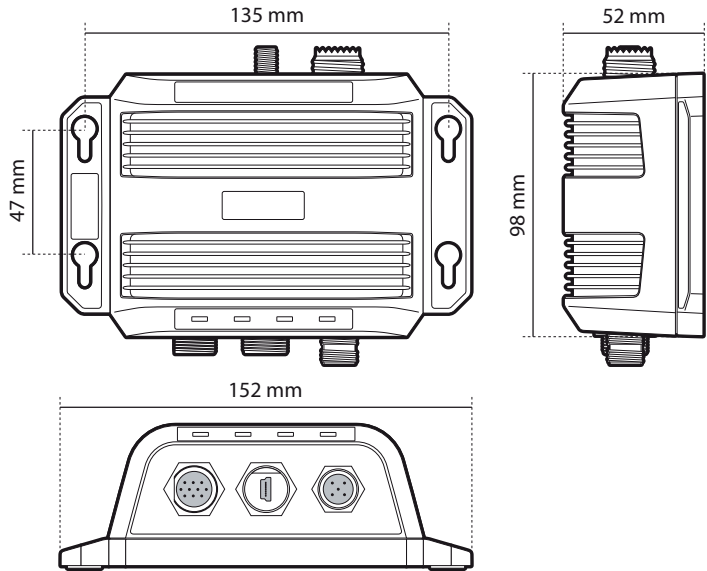

Abbildung 5: Abmessungen des AIS-Transceivers
- Im Bereich um den AIS-Transceiver muss ausreichend Platz zum Verlegen der Kabel sein. Die Abmessungen des AIS-Transceivers sind in Abbildung 5 aufgeführt.